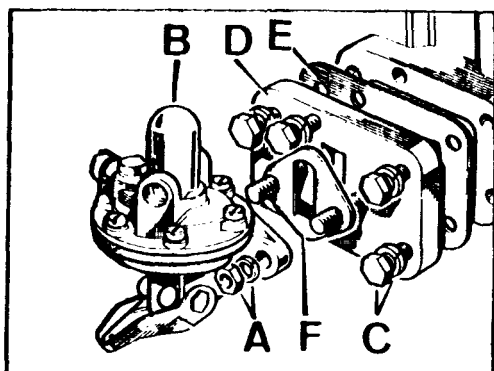

Fig. A1-33 Desmontaje de la bomba de alimentación
- 1.3. Desmontar las tuercas y arandelas, A (Fig. A1-33) y extraer la bomba, B, con su junta, F.
- 1.4. Cuando sea preciso desmontar la tapa lateral, se soltarán los tornillos, C (Fig. A1-33) y se desmontará en conjunto, la tapa lateral, D, y la bomba, B, con su junta, F, separando luego la bomba de la tapa, en la forma indicada anteriormente.
- 2.1. Proceder en orden inverso a desmontaje, aplicando en ambas caras de las juntas, E y F (Fig. A1-33) una capa de pasta Lock de Krafft. Una vez terminado el montaje, se limpiará la pasta sobrante con un trapo.